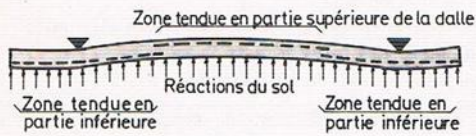

FIG. 10
3.1 Le radier reçoit les actions ascendantes du sol (fig. 10)